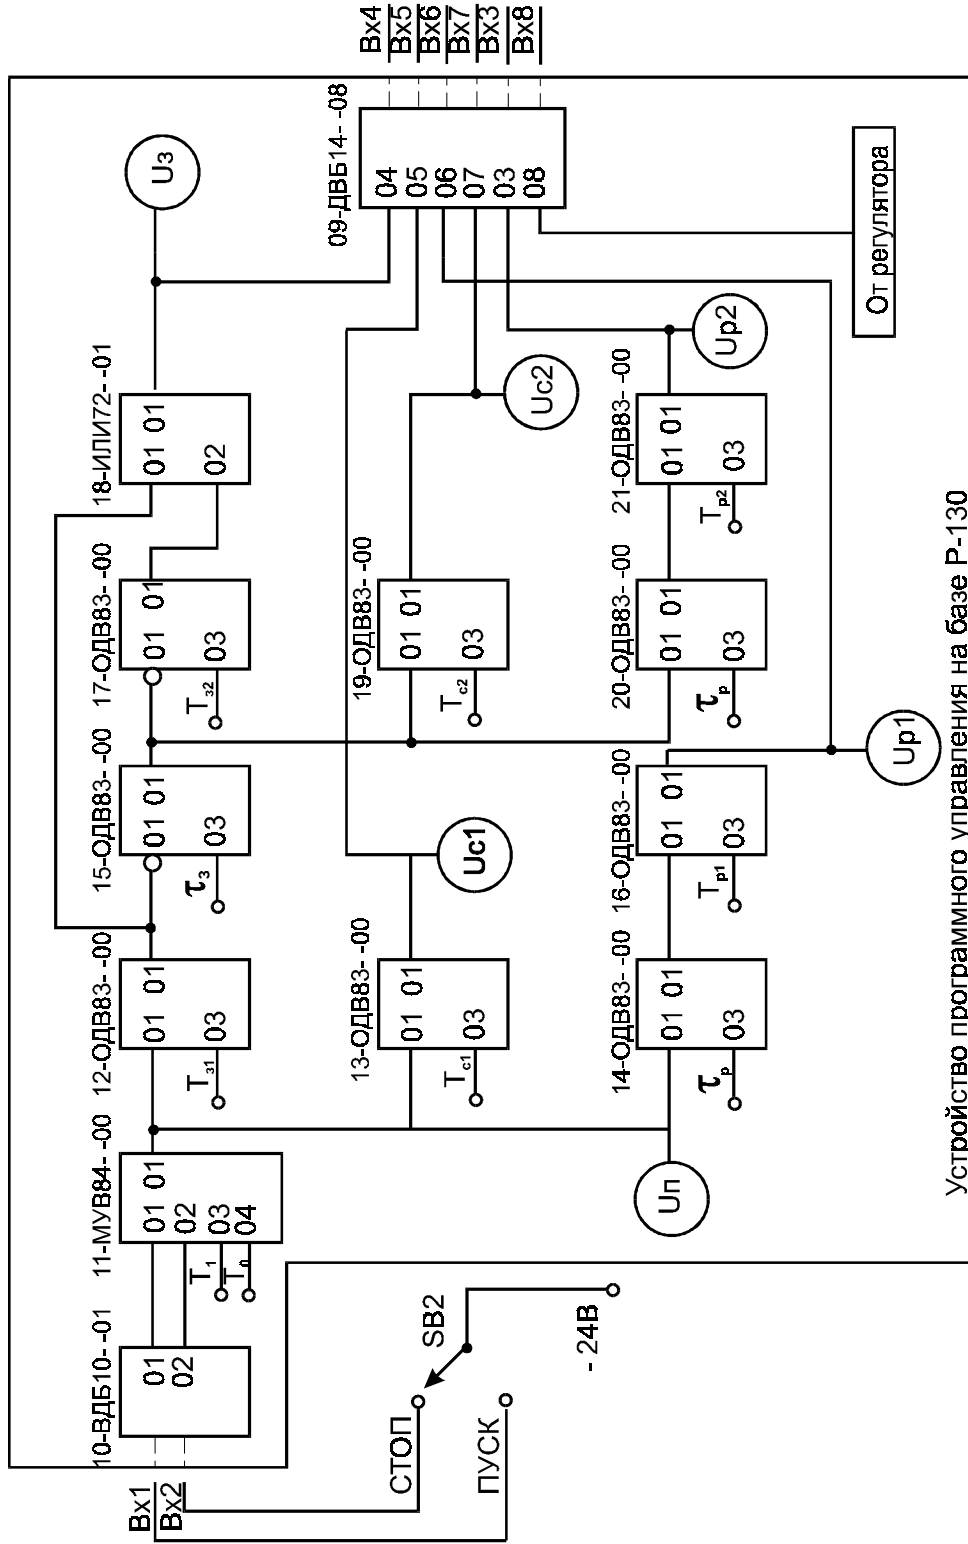

Рис. 12. Конфигурация устройства программного управления БСУ в функции времени
- 4) установить, используя рис. 12, связи между входами и выходами алгоблоков, инвертирование сигналов и определить для свободных входов вид параметра настройки (константа или коэффициент):